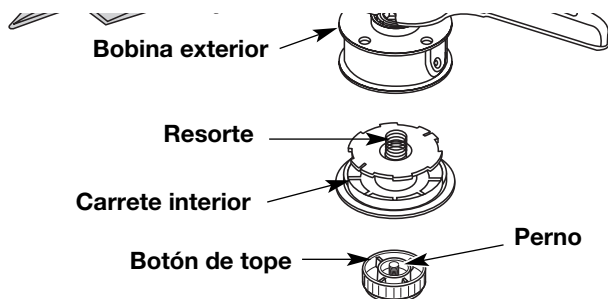

Fig. 27
1. Sostenga la bobina exterior con una mano y desenrosque el botón de tope en sentido antihorario (Fig. 27). Inspeccione el perno de adentro del botón de tope para verificar que se mueva con libertad.
2. Saque el carrete interior de la bobina exterior (Fig. 27).
3. Saque el resorte del carrete interior (Fig. 27).
1. Sostenga la bobina exterior con una mano y desenrosque el botón de tope en sentido antihorario (Fig. 27). Inspeccione el perno dentro del botón de tope para verificar que se mueva con libertad. Cambie el botón de tope si está dañado.
2. Saque el carrete interior viejo de la bobina exterior (Fig. 27).
3. Saque el resorte del carrete interior viejo (Fig. 27).